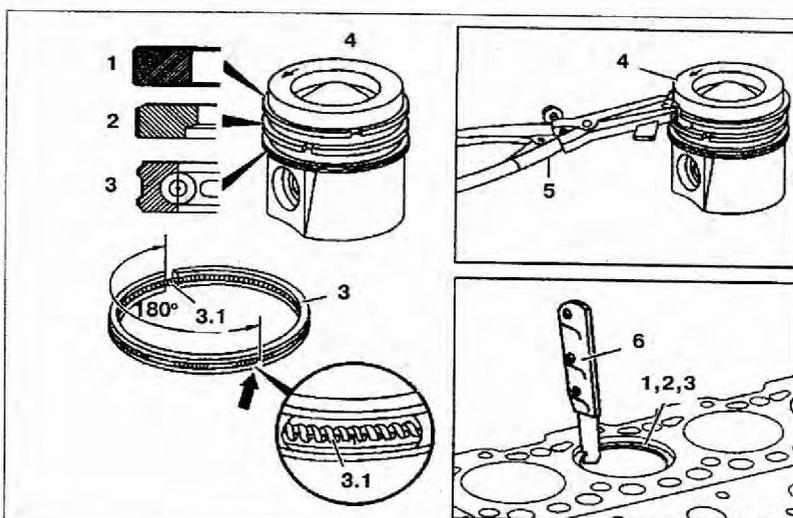

Рис. 3.17. Поршневые кольца:
1. Снимите поршни 4 (рис. 3.17).